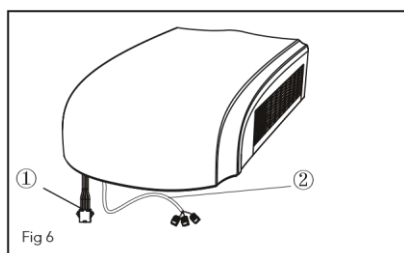

Fig 6
1. Som vist i fig.6 har utendørsenheten to sett med utgående ledninger, som er henholdsvis strømføring (høystrøm) og kontrollsignalledninger. Den førstnevnte skal kobles direkte til strømforsyningsterminalen, mens den siste skal kobles til styresignalledningen til innendørsenheten.